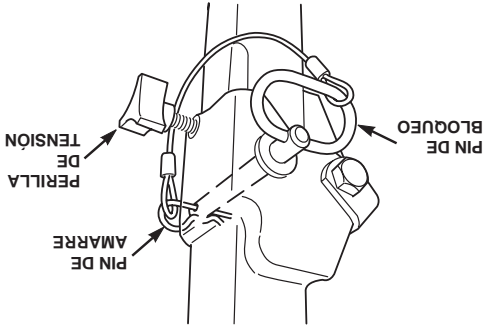

Figura 2-2 Bisagra del ROPS
2. Retire los pasadores de chaveta de las horquillas y los dos (2) pines de bloqueo. Vea la Figura 2-2.
5. Instale los dos (2) pines de bloqueo a través del agujero, asegúrelos con los dos (2) pasadores de chaveta de las horquillas y apriete las perillas de tensión. Vea la Figura 2-2. Quite el cinturón de seguridad del soporte de sujeción.